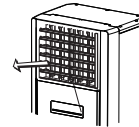

Рис. 1
- Положение створок горизонтально или вверх следует устанавливать в режимах охлаждения или осушения (рис. 1 и 2). В